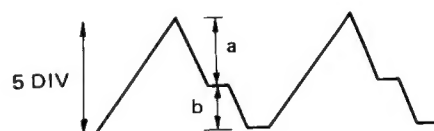

Fig. 11-5 Ajuste de la onda de diente de sierra
3. Cuando aparece una forma de onda como la de la ilustración de la Fig. 11-5 en el osciloscopio, variar de nuevo el osciloscopio hasta que se consiga una onda de diente de sierra de 5 div. de cresta a cresta. Luego, refiriéndose a la Fig. 11-5, ajustar la relación de a/b a 3/2 ajustando VR1. (La presencia de ruido puede afectar este ajuste, por lo que se tiene que realizar con cuidado.)